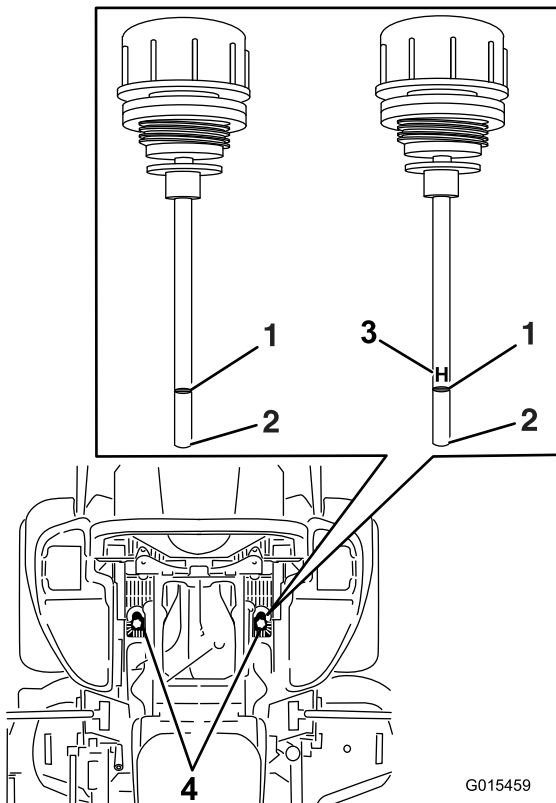

Figura 94
5. Limpie la zona alrededor de las varillas de los depósitos del sistema hidráulico (Figura 94).
6. Retire una varilla del depósito hidráulico (Figura 94).
8. Retire la varilla e inspeccione el extremo (Figura 94).